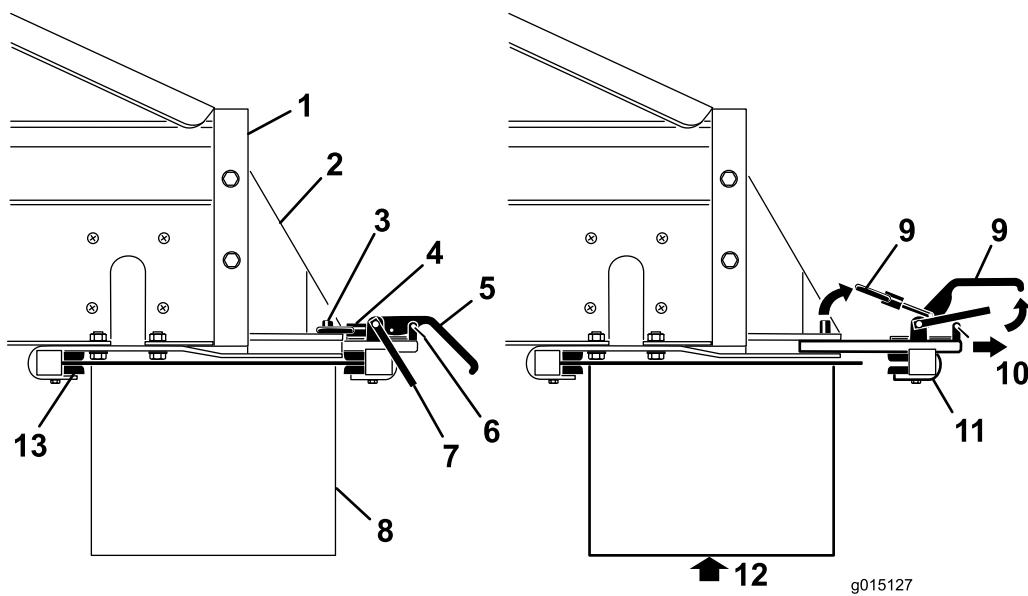

Figure 29
1. Retirez les clips des verrous de sécurité sur les poignées des fixations (Figure 29).
2. Levez le verrou de sécurité, puis levez les poignées des fixations d'accessoire et dégagerez les bagues de blocage des goupilles de blocage (Figure 29).
3. Sortez la fixation rapide arrière des fentes de montage (Figure 29).
4. En vous faisant aider par une autre personne, insérez le bord avant du Twin Spinner vers le haut et sous l'arrière du MH-400 dans les fixations avant sur les supports (Figure 29).
5. Tout en soutenant le Twin Spinner, glissez la fixation arrière dans les fentes des supports et par-dessus le bord arrière (Figure 29).
7. Reposez les clips des verrous de sécurité sur les poignées des fixations (Figure 29).